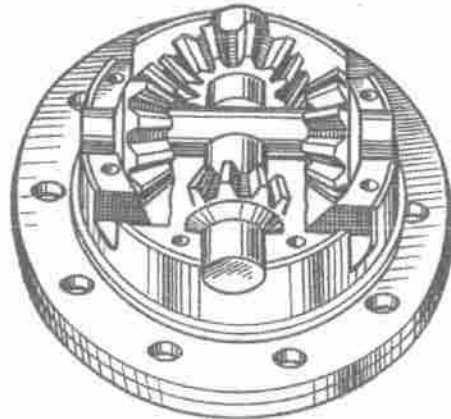

Bild 157. Einbauen des Ausgleichsterns mit den Ausgleichrädern in die linke Ausgleichkorbhälfte
5. In linke Ausgleichkorbhälfte den Ausgleichstern mit den Ausgleichrädern einsetzen (Bild 157).